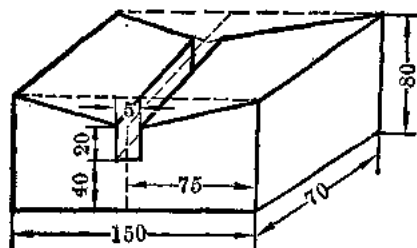

图 3
2. 在75毫米处即中心线 A' 以下用钢锯再向下锯一个深20毫米、宽5毫米(即由 A' 算起向左右各宽2.5毫米)的凹槽(图3)。